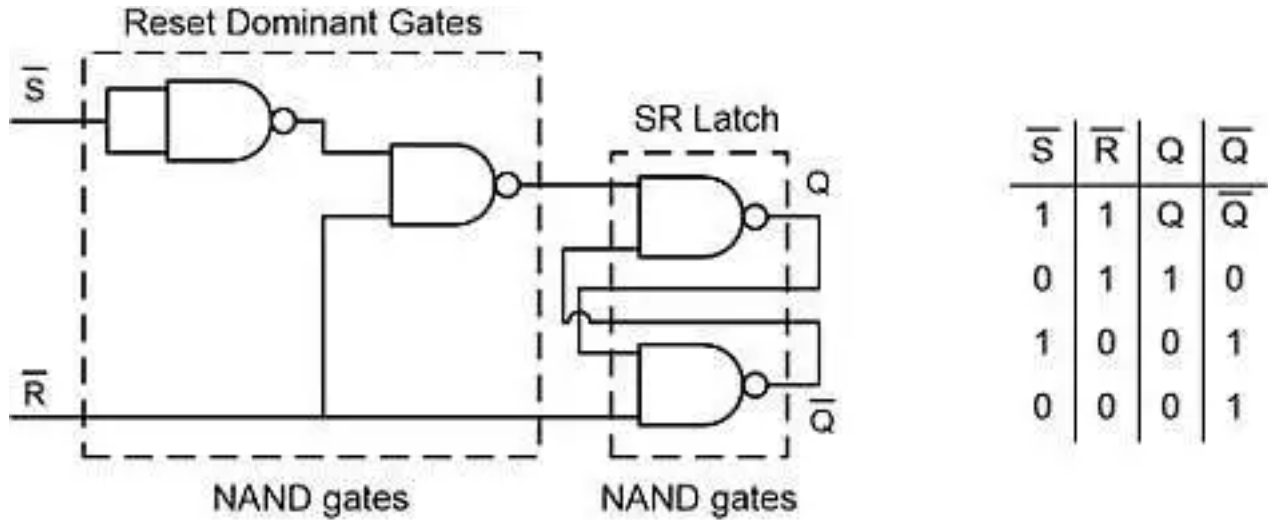

图 4. 使用与非门的复位主导锁存电路及相应真值表。
要确保转换器即使在 PGOOD 信号为低电平时也能够正确启动或重启，则需要将锁存电路设为“复位主导”。换句话说，当设置和复位输入均为低电平时，复位输入将起主导作用，从而使 Q 输出变为低电平。图 4 展示了仅使用与非门的简化实现，其中包含相应的真值表。可使用两个双通道与非门 SN74AUP2G00 集成电路 (IC) 或一个四通道与非门 SN74HC00 IC 来创建此电路。
图 4 展示了闭锁电路的总体实现。电源转换器的 PGOOD 引脚使用外部电阻器（连接至 3.3V）拉至高电平。每当发生故障时，连接到 PGOOD 的开漏 MOSFET 都会将 S-bar 输入拉至锁存低电平。然后 Q 输出变为高电平，从而开启 MOSFET S1。EN 引脚拉至低电平，进而关闭转换器并防止断续自动重启。当转换器输入电压轨 (PVIN) 斜升时，通过寄生栅漏极电容 (C_{gd}) 的电容耦合会上拉 S1 的栅极并将其打开。S1 栅极上的下拉电阻有助于确保 S1 不会不经意导通。